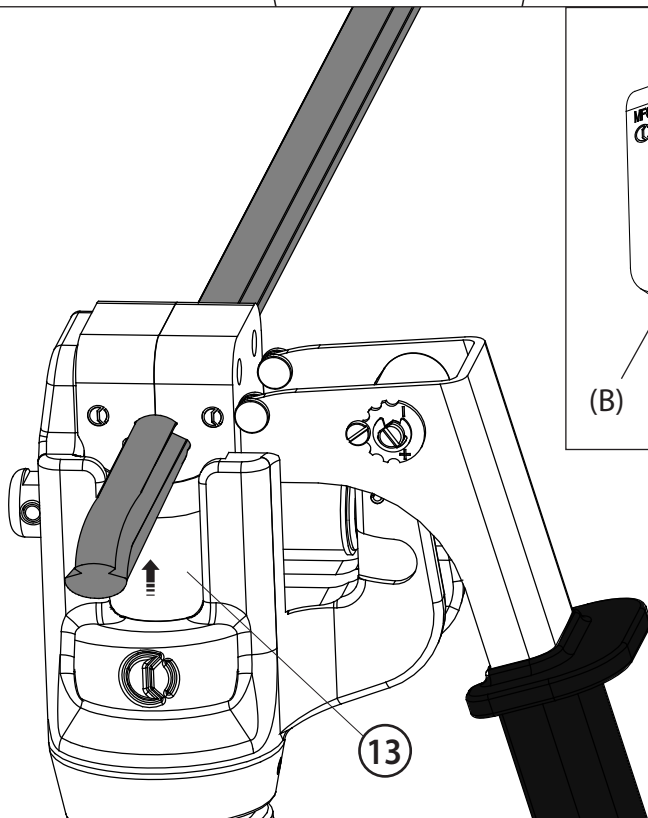

FIG. 4
- Agendo sul pulsante di azionamento si avvia il gruppo motore-pompa; il pistone avanza velocemente portando in battuta la lama (13) contro il conduttore (rif. a fig. 4).